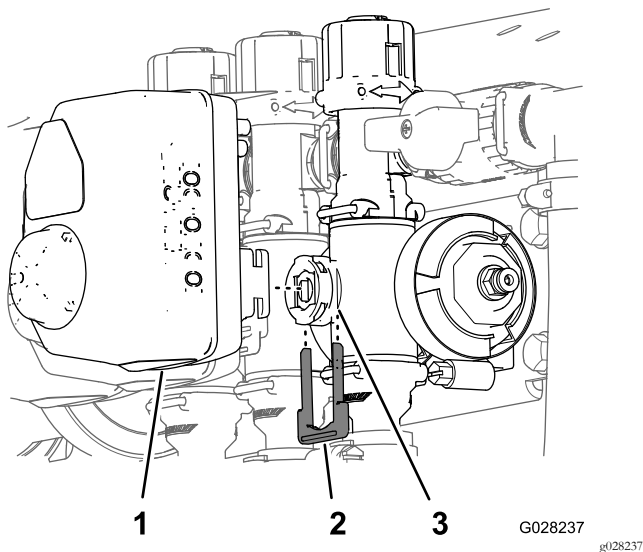

Figura 133
3. Retire o retentor que fixa o acionador à válvula do coletor para a válvula de controlo de aplicação, agitação, rampa principal ou secção da rampa (Figura 133).